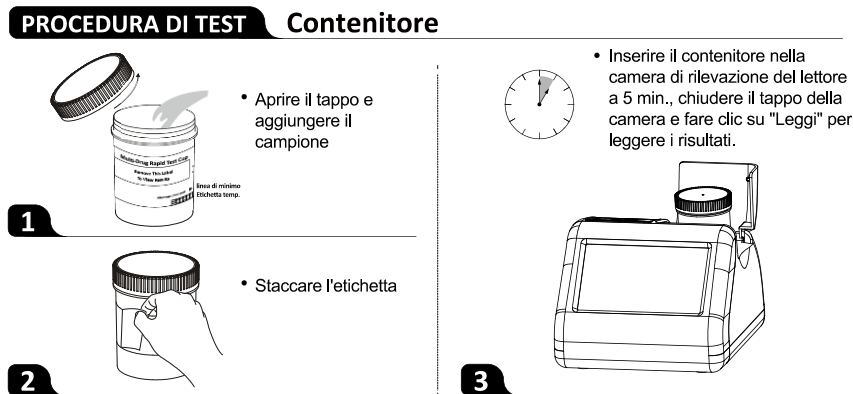

Fig. 16 Manipolazione del contenitore per urine
**Fase 2:** Inserire il contenitore nella camera di rilevazione del lettore a 5 minuti e chiudere il tappo della camera, come illustrato nella Fig. 16.